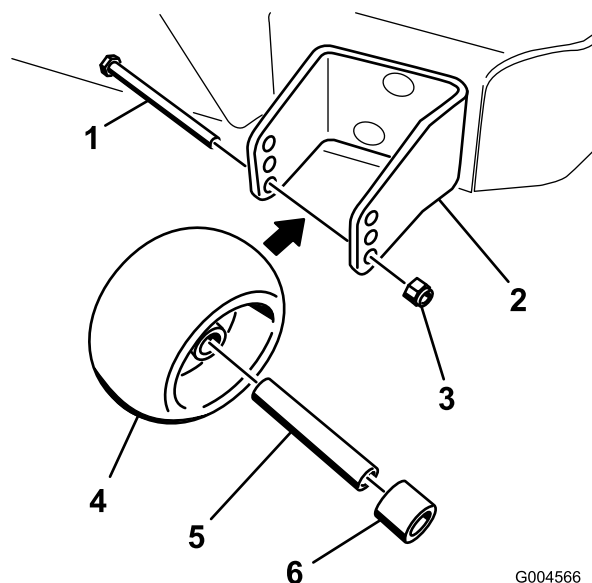

Figura 17
3. Después de ajustar la altura de corte, ajuste los rodillos retirando la tuerca con arandela prensada, el casquillo, el espaciador y el perno (Figura 17).
5. Instale la tuerca con arandela prensada, el casquillo, el espaciador y el perno. Apriete a 54–61 Nm (Figura 17).